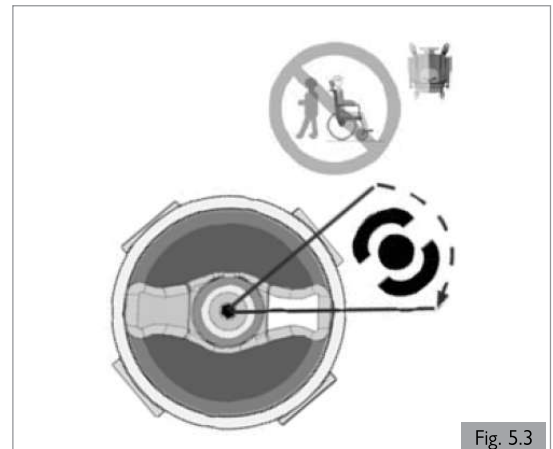
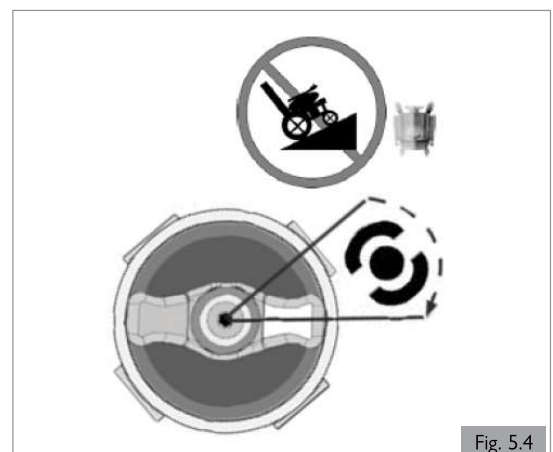

Fig. 5.3
Fig. 5.4
2. Pour désengager les moteurs (Fig. 5.3 et Fig.5.4).